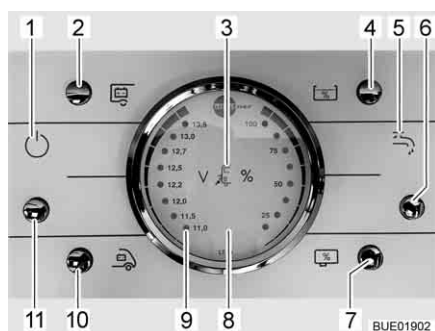

Bild 167 Panel LT 96
Knappen (Bild 167,11) kopplar till och från panelen och 12 V-försörjningen till bodelen.
*Slå på:* ■ Tryck på knappen (Bild 167,11): 12 V-försörjningen för bodelen är påslagen. Kontrollampan (Bild 167,1) lyser.
*Slå från:* ■ Tryck på knappen (Bild 167,11): 12 V-försörjningen för bodelen är avstängd. Kontrollampan (Bild 167,1) slocknar.
På instrument V/Tank (Bild 167,8) beakta vänstra skalan. Instrumentet belyses automatiskt, så snart en knapp trycks.
- Tryck på knappen (Bild 167,10): Startbatteriets spänning visas.
- Tryck på knappen (Bild 167,2): Bodelsbatteriets spänning visas.
På instrumentet V/tank kan vattennivån och avloppsvattennivån avläsas. På instrument V/Tank (Bild 167,8) beakta den högra skalan. Instrumentet belyses automatiskt, så snart en knapp trycks.
- Tryck på knappen (Bild 167,4): Vattenvolymen visas.
- Tryck på knappen (Bild 167,7): Avloppsvattenvolymen visas.
*Slå på:* ■ Tryck på knappen (Bild 167,6): Vattenförsörjningen är aktiverad. Kontroll-lampa vattenpump (Bild 167,5) tänds.
*Slå från:* ■ Tryck på knappen (Bild 167,6): Vattenförsörjningen är avstängd. Kontroll-lampa vattenpump (Bild 167,5) släcks.
Den röda varningslampan "ALARM" (Bild 167,9) blinkar så snart spänningen i bodelsbatteri har sjunkit till under 11 V (mätning under pågående drift) och risk för djupurladdning föreligger.
12 V-kontrollampa (Bild 167,1) tänds när 12 V-huvudströmbrytare (Bild 167,11) är inkopplad.
230 V-kontrollampan (Bild 167,3) lyser när nätspänningen ligger på el-blockets ingång.